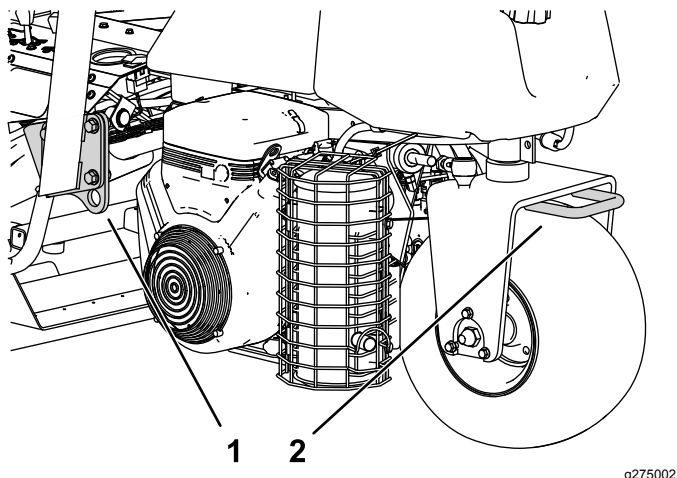

図 28
- 荷台に載せたら、ストラップ、チェーン、ケーブル、ロープなどで機体を確実に固定してください。機体の前後に取り付けた固定ロープは、どちらも、機体を外側に引っ張るように配置してください 図 28。